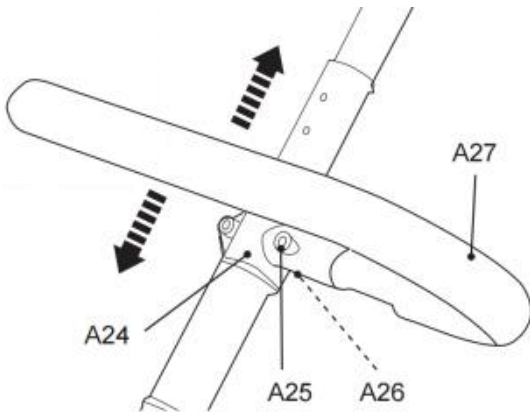

Fig. 35
2. Schieben Sie die Halterung (A24) nach oben oder unten in eine der drei Positionen, bis die Montagelöcher ausgerichtet sind (Abb. 35).